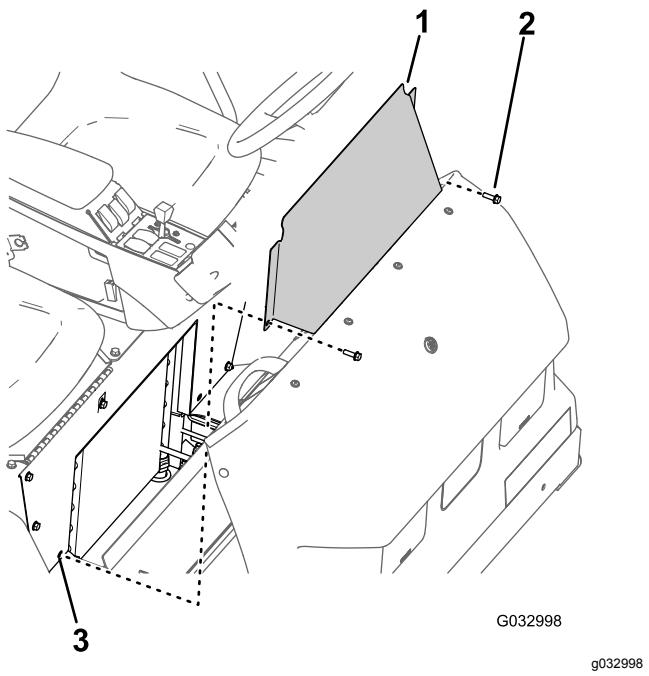

Figura 61
1. Retire los 2 pernos con arandela prensada que sujetan el panel de acceso de la base del asiento a la base del asiento (Figura 61).
2. Retire el panel de acceso de la base del asiento de la máquina (Figura 61).